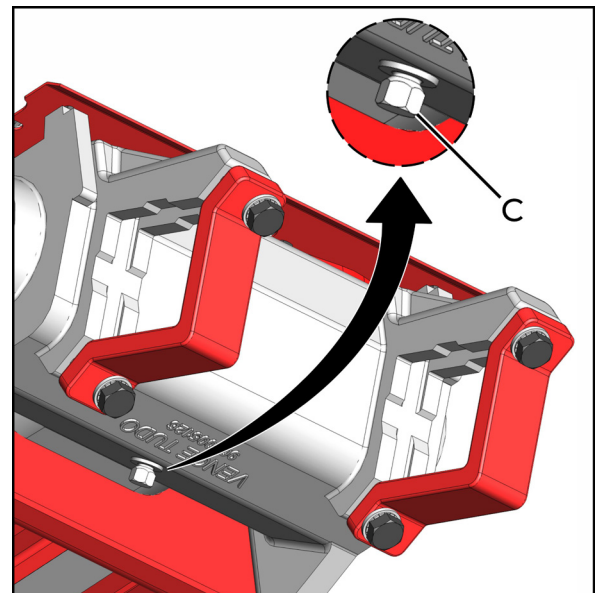

fig. 13
5. Troque o óleo lubrificante **a cada 450 horas** de trabalho ou no final da safra, retirando o tampão (C) (fig. 13) e proceda da mesma maneira conforme item 2.